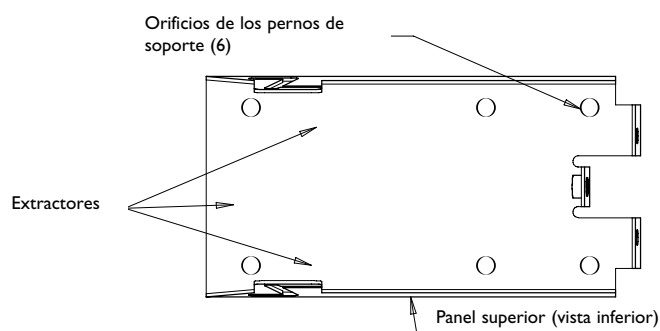

Figura 4: Orificios de pernos y extractores
4. Decida cómo va a tender el cableado hacia la unidad. Se suministran dos extractores para el conducto de 1/2 pulgada y un extractor para el conducto de 3/4 de pulgada. Véase la figura 4.